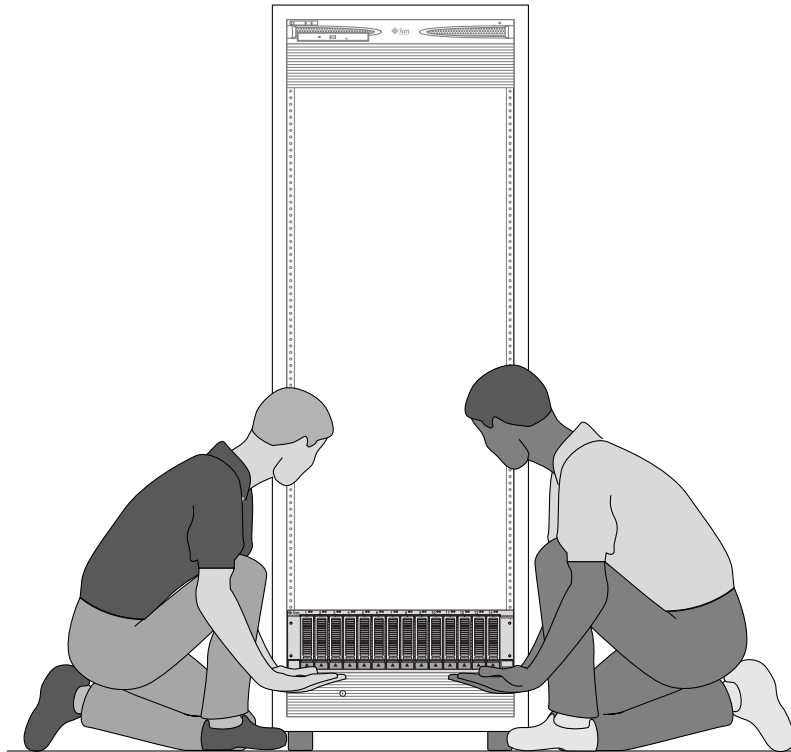

FIGURE 2-14 Positionnement du boîtier dans l'armoire
2. En vous faisant aider d'une autre personne, chacun d'un côté du boîtier, soulevez délicatement ce dernier et posez-en le bord inférieur sur les rails gauche et droit (FIGURE 2-14).